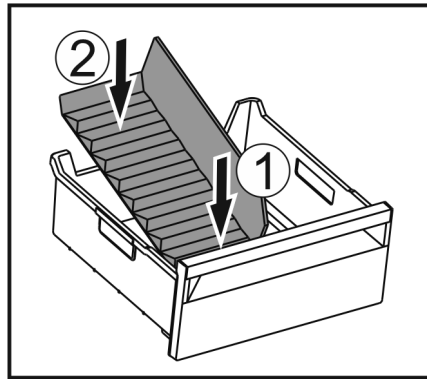

Fig. 185
- ▶ Vorderen Teil des Eisfach-Trenners einsetzen. Fig. 185 (1)
- ▶ Hinteren Teil des Eisfach-Trenners bis zum Schubfachboden absenken. Fig. 185 (2)